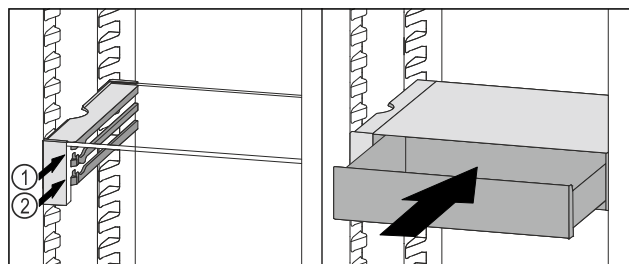

Fig. 135
- Vendosni sirtarin VarioSafe prapa ndaluesve në brinjën që dëshironi Fig. 135 (1) ose Fig. 135 (2).